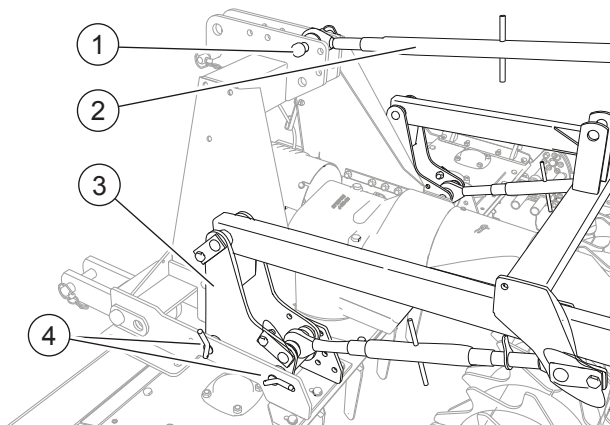

FIG. 16
- Posizionare l'attacco sulla macchina: inserire gli attacchi inferiori (3, “Fig. 16”) sulla piastra alla base del castello attacco a tre punti.
- Bloccare gli attacchi inferiori con i perni (4).
- Collegare il tirante (2) al terzo punto sulla macchina.
- Bloccare il tirante con il perno (1).